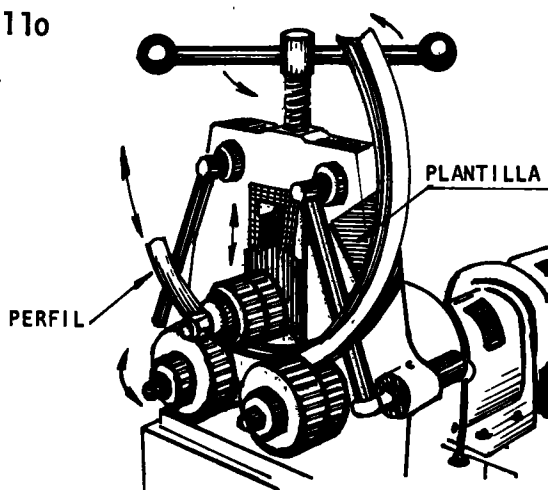

Fig. 2
- \_\_\_\_\_ d Ajuste gradualmente el rodillo de presión mientras la máquina funciona (fig. 2).